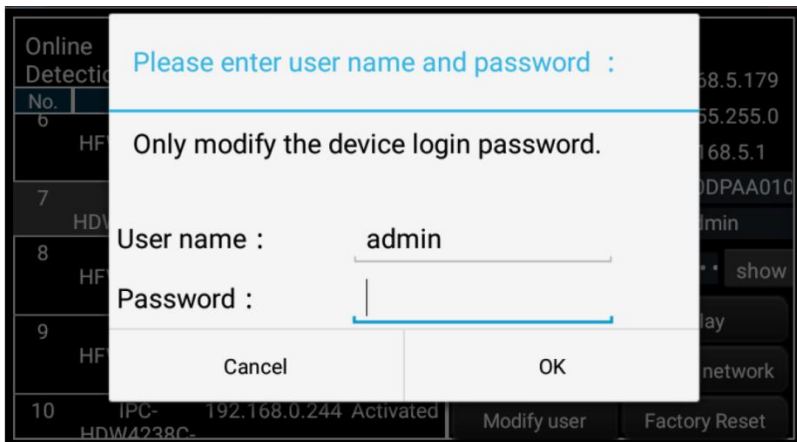

Рис. 171 Изменение имени пользователя и пароля
6. Для изменения имени пользователя и пароля используйте кнопку Modify user information (Изменить пользовательскую информацию). Вы можете задать новое имя пользователя и пароль для него, рис. 171